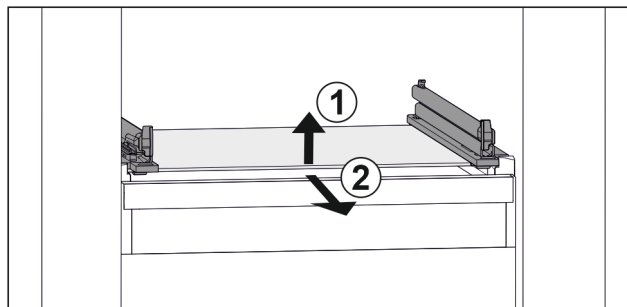

Fig. 153 Simbolična slika steklene ploščice
- ▶ Steklenu ploščico dvignite v smeri naprej Fig. 153 (1)
- ▶ Steklenu ploščico odstranite v smeri naprej Fig. 153 (2)